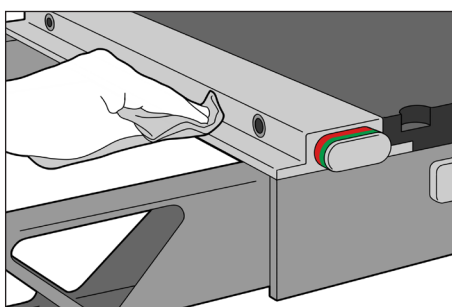

Fig. 2
2. Tør fnug eller restmaterialer af låsens yderside. (Fig. 2)